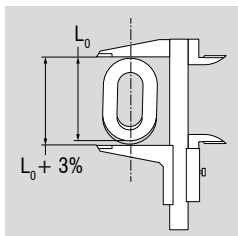

Fig. 10 : usure inadmissible ou allongement d'un maillon
- On parle d'usure accrue ou d'allongement d'un maillon lorsque par ex. la cote nominale de la longueur intérieure est dépassée de 5%. Ceci correspond à un allongement extérieur de 3% (fig. 10)